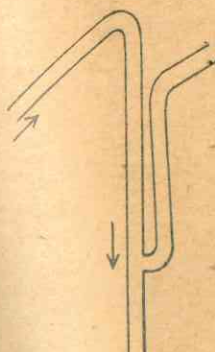

Fig. 14. — Sifón para trasvasar venenos.
En el caso de tener un líquido cáustico o venenoso se emplea un sifón al cual se suelda un segundo tubo paralelo a la rama larga por el cual se aspira hasta que corra el líquido (fig. 14).
c) **Centrifugación.** — Para acelerar la decantación se somete la mezcla a la acción de la fuerza centrífuga. La mezcla se coloca en recipientes que se hacen girar con gran velocidad, lo que permite que las partículas más densas se precipiten al fondo, quedando superpuesta la porción más liviana (fig. 14).